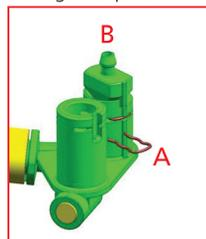

FIGURA 3
- 2 - Remover o “clip metálico” (item A figura 3) e em seguida a tubulação do cilindro mestre.